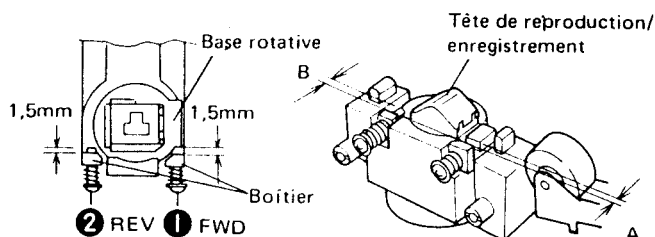

Fig. 12-2 Réglage préliminaire d'azimuth
2. Au moyen d'un tournevis, comme il est montré Fig. 12-2 régler l'intervalle A à 1,5mm. entre le logement et la base tournante, en tournant la vis ①.
4. Au moyen du même tournevis, régler l'intervalle B à 1,5mm entre le logement et la base tournante, en tournant la vis ②.